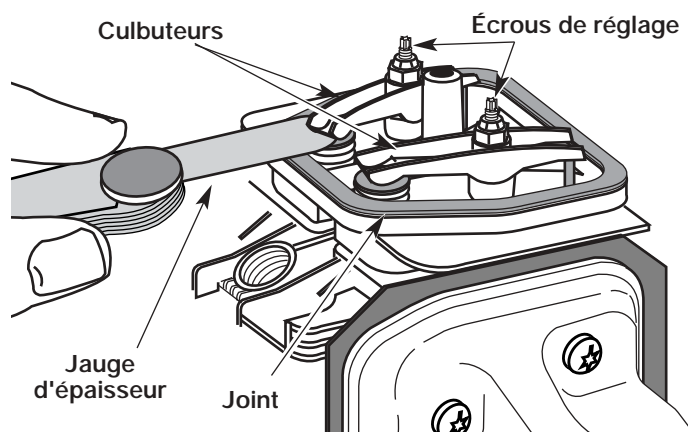

Fig. 31
9. Glissez la jauge d'épaisseur entre le culbuteur et le ressort de rappel de la soupape. Mesurez le jeu entre la tige de soupape et le culbuteur (Fig. 31). Faites-le pour les soupapes d'admission et d'échappement.